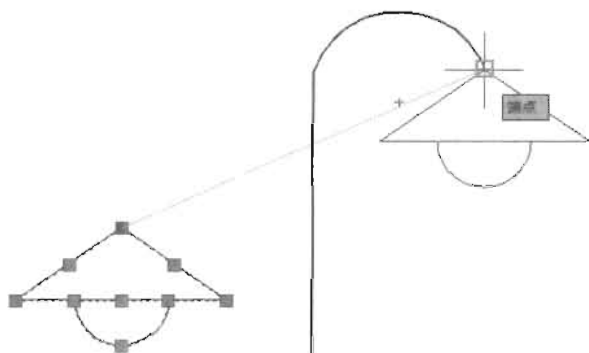

图 5-14
(3) 按空格键将夹点编辑模式切换到移动模式，然后移动光标并捕捉直线的端点作为基准夹点的新位置，如图 5-14 所示。